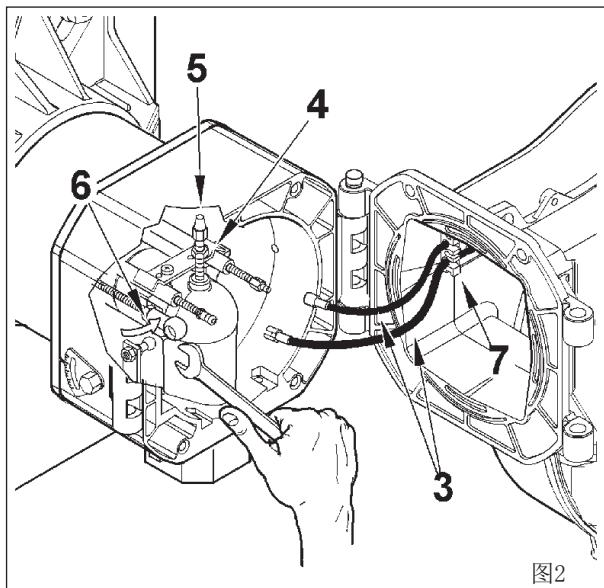

图2
- 如图2所示，用扳手扳动螺丝6按箭头所示，使燃烧头向前移动。
关闭燃烧器以后，朝着电气面板轻拉点火变压器和电离棒的电缆线，使它们处于轻微张紧状态，并把它们放入位置(7)，如图2所示。这将避免燃烧器运行期间两个电缆被风扇损坏。.